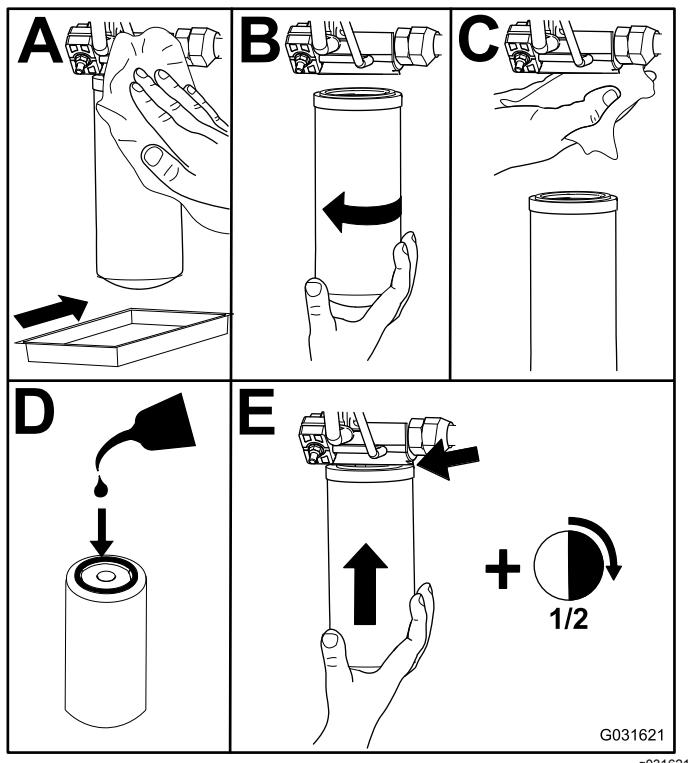

Figura 103
2. Cambie los filtros hidráulicos (Figura 103).